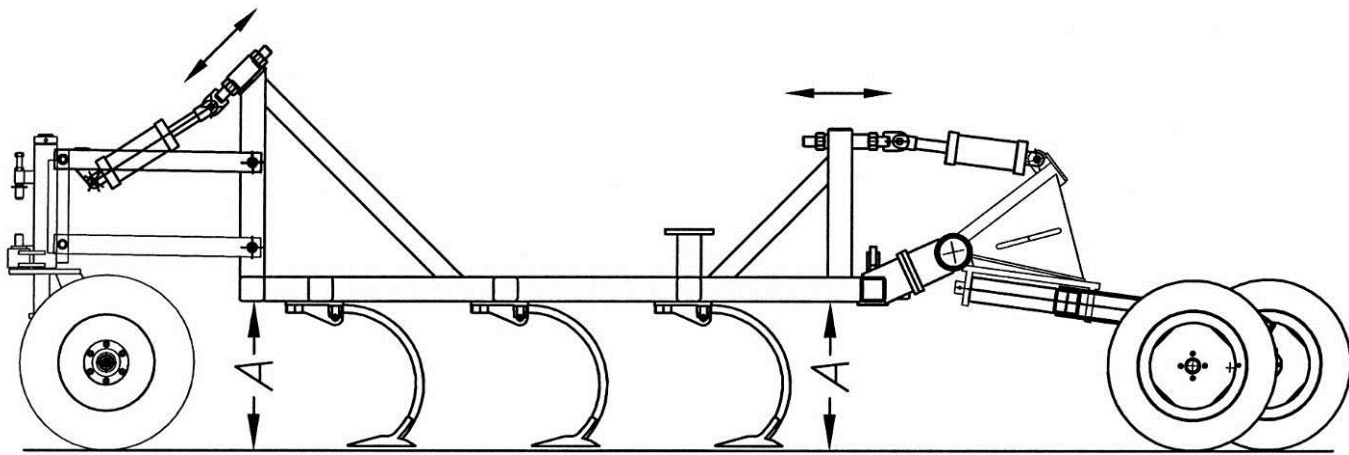

Рис. 5.1.8. Регулировка уровня боковых рам
4. Подтягивая или опуская гайки на передних и задних регулировочных болтах боковых рам, установить все рабочие органы культиватора на одном уровне от земли, т. е. на уровне рабочих органов главной рамы. Пользоваться ключом в размер 60мм (рис. 5.1.8).
Примечание. Регулировку уровня рам можно проводить также, замеряя расстояние A от самой рамы до земли спереди и сзади (рис.5.1.8).